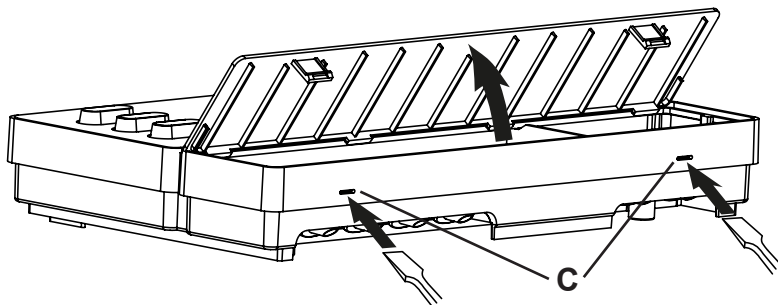

Fig. 2 Retirar la tapa de la carcasa
2. Presione ligeramente los cierres de encaje a presión **C** con un destornillador y retire la tapa de la carcasa (véase **Fig. 2**).